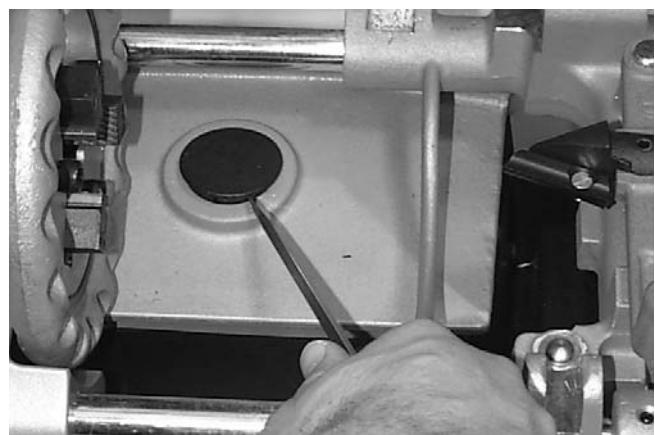
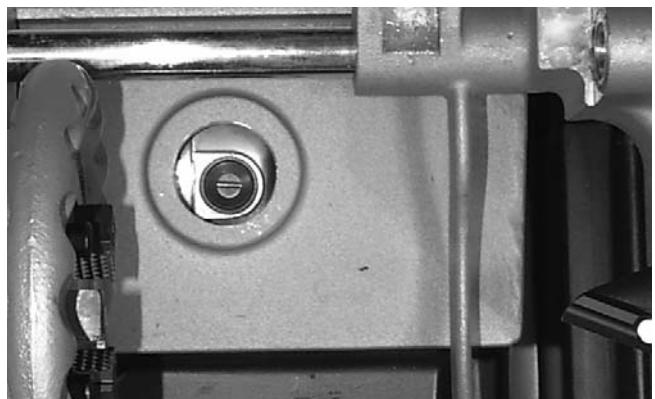

Figure 18 – Retrait de l'obturateur
Figure 19 – Support de balai exposé après retrait de l'obturateur
3. A l'aide d'un tournevis, délogez l'obturateur du logement de l'appareil (*Figure 18*) pour exposer le premier bouchon de balai (*Figure 19*).